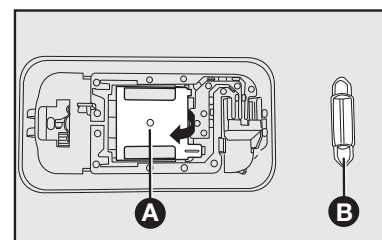

fig. 42
- Abrir a tampa **A-fig. 42**, com auxílio de uma chave de fenda (não fornecida), no sentido indicado pela seta.
- Retirar a lâmpada **B-fig. 42** e substituí-la.